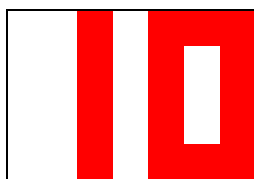

Рисунок 6 – Настройка минимальной мощности вентилятора
- с помощью кнопок 2 и 3 выбрать пункт меню «3», нажать **START/STOP** и выставить мощность в процентах с помощью кнопок 2 и 3. При этом на индикаторе будет мигать текущее значение параметра, рисунок 6;